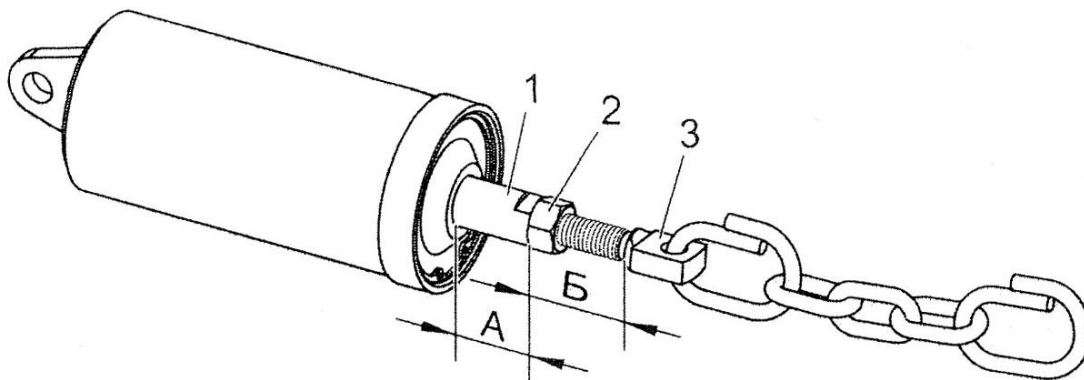

Рисунок 2.5 – Регулировочные параметры пружинного амортизатора
- измерить в двух пружинных амортизаторах длину выдвинутой части штоков (размер А, рисунок 2.5) – должна быть от 32 до 40 мм, в противном случае отрегулировать: